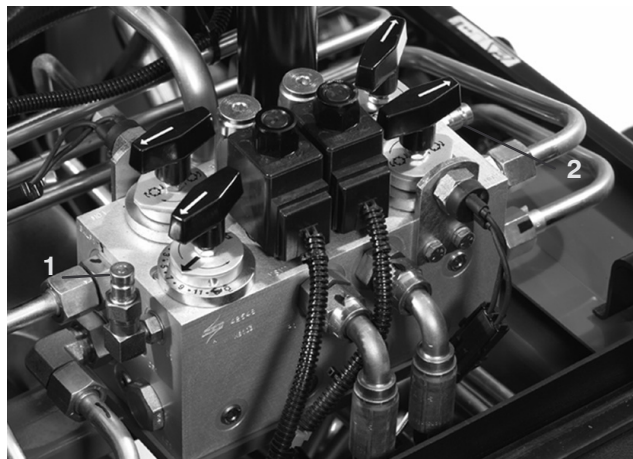

Figure 60
2. La prise d'essai "B" (Fig. 60) est utilisée dans les contrôles de dépannage du circuit hydraulique des plateaux de coupe avant.
3. La prise d'essai "C" (Fig. 60) est utilisée dans les contrôles de dépannage du circuit hydraulique des plateaux de coupe arrière.